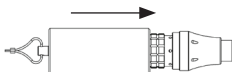

Figura 3
- Coloque el casquillo del conector en el extremo del conector de la pieza de mano eléctrica (figura 3).
Precaución: El extremo del conector de la pieza de mano eléctrica debe estar sellado con el casquillo del conector suministrado con la cesta (figura 3).